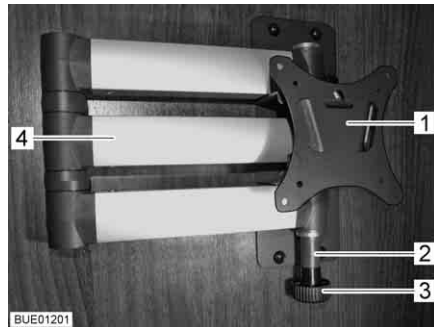

Fig. 60 Soporte con brazo articulado
- Tirar del botón de desbloqueo (Fig. 60,3). El brazo articulado (Fig. 60,4) estará desbloqueado.
- Girar la pantalla plana de regreso a la posición inicial hasta que el soporte (Fig. 60,1) engatille en el bloqueo (Fig. 60,2).